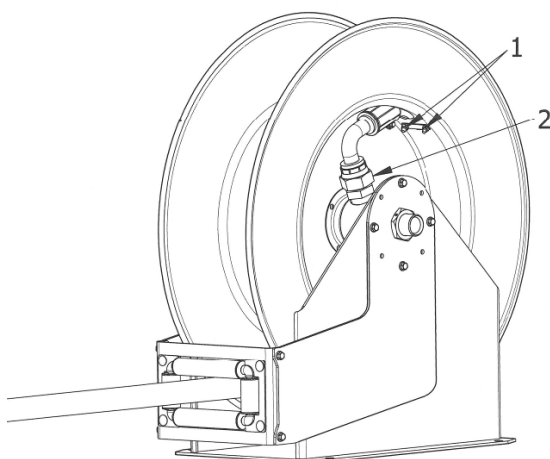

FIG 4.
- Connect the hose to the swivel as indicated in (2) and fasten the U-clamp with the nuts as shown in (1) (Fig 4).
- Fäst slangens på sviveln enligt (2) i Fig 4 och montera U-bulten med muttrarna enligt (1) i samma figur.
- Remove the hose stopper and the U-clamp(1, fig4).
- Disconnect the hose from the swivel(2, fig4) and remove the hose from the spool.
- Ta bort slangstoppet och U-klammern (1, fig4).
- Lossa slangen från sviveln (2, fig4) och ta bort slangen från rullen.